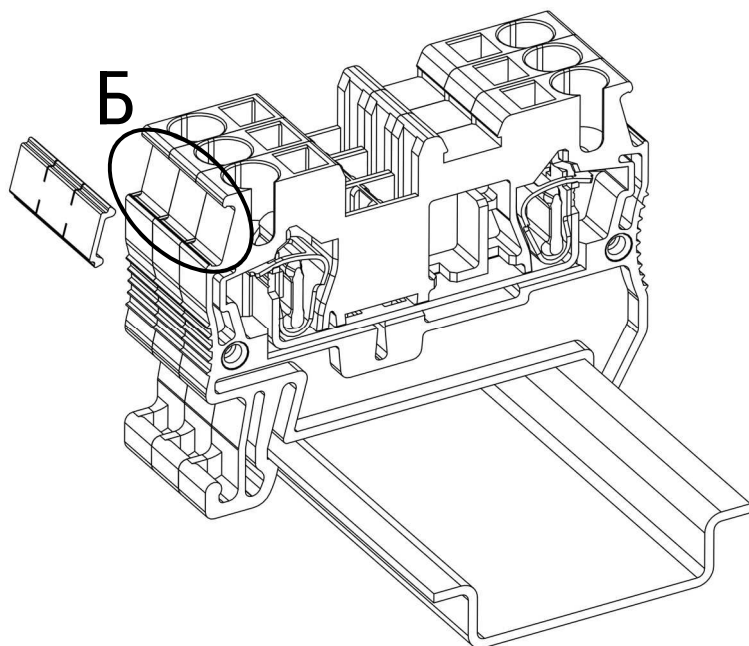
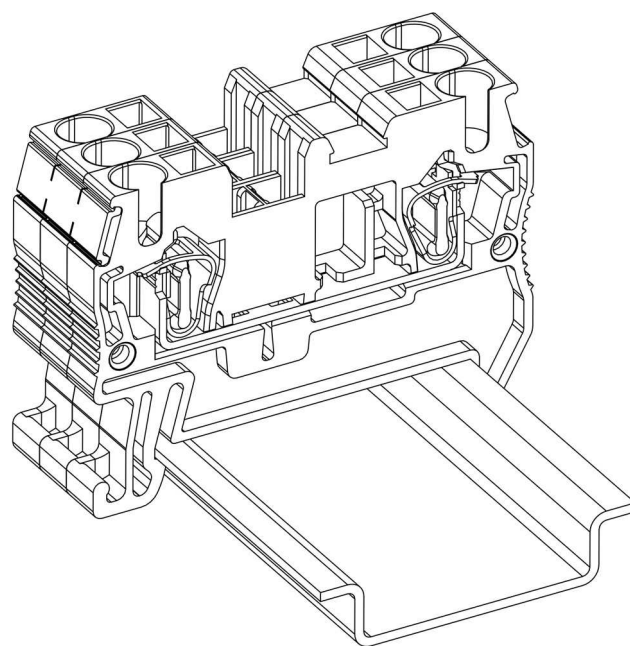

Рисунок 28 - установка маркировочной полосы ПМКП
Рисунок 29 - установленная маркировочная полоса ПМКП
- Для установки маркировочной полосы ПМКП, вдавите ее в отмеченные пазы клемм (рис. 28, «Б»; рис. 29).